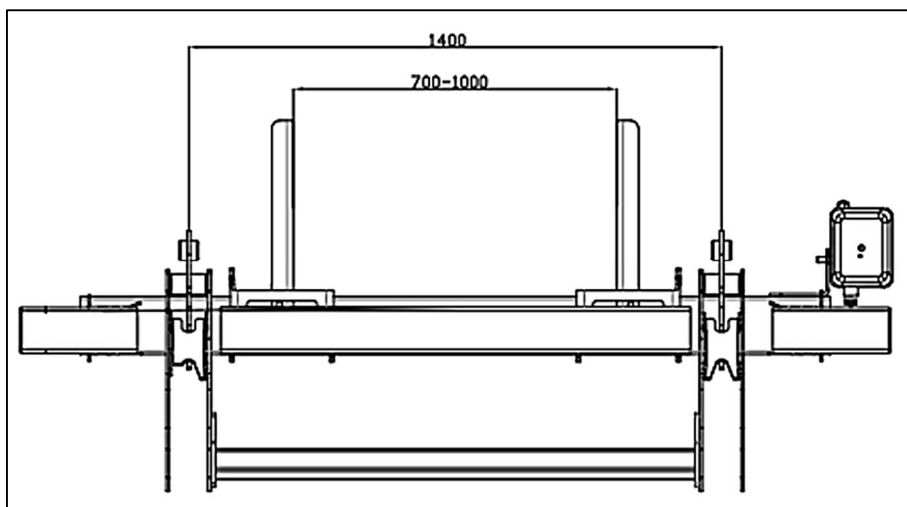
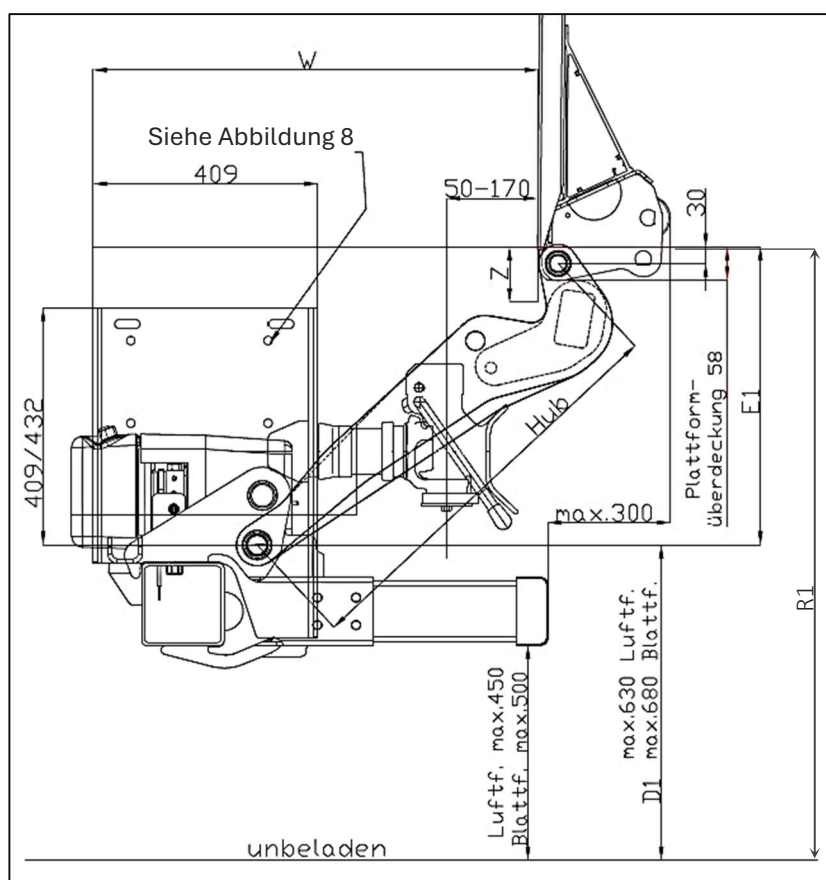

Abbildung 6
Abbildung 7
Abstand zwischen der Hubwerk (Unterfahrschutz) und dem Boden (siehe Abbildung 7), wenn das Fahrzeug unbeladen ist:
8. Montagemaße mit den Maßen in Abbildung 6 und Abbildung 7 vergleichen.